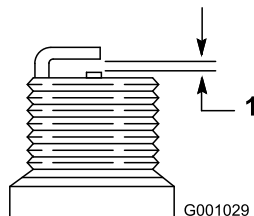

Bild 57
7. Stellen Sie den Abstand der Elektroden an der neuen Zündkerze auf 0,76 mm (Bild 57).